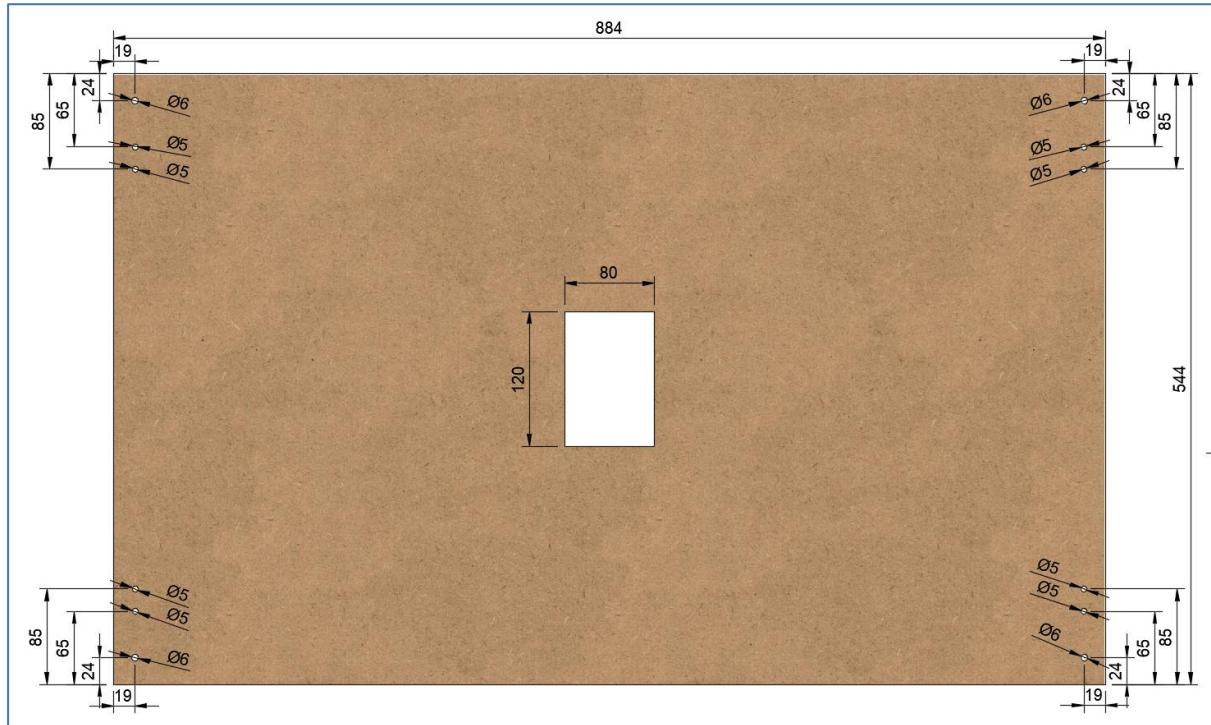

Abbildung 6: Positionen der Löcher und des Kabelkanals in der Zwischenplatte.
2. Ungefähr in der Mitte der Platte sägst du mit der Stichsäge einen Vollausschnitt mit den Abmessungen 80x120mm aus. Beachte die Ausrichtung des Ausschnitts gemäss Abbildung 6.